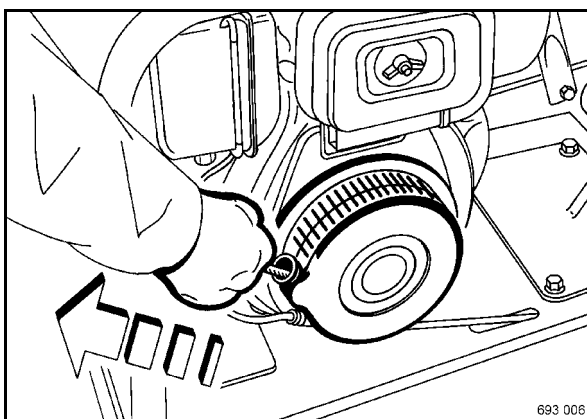

Fig. 22
- Tirar ligeramente de la empuñadura del stárter (Fig. 22) hasta notar resistencia (presión de compresión).